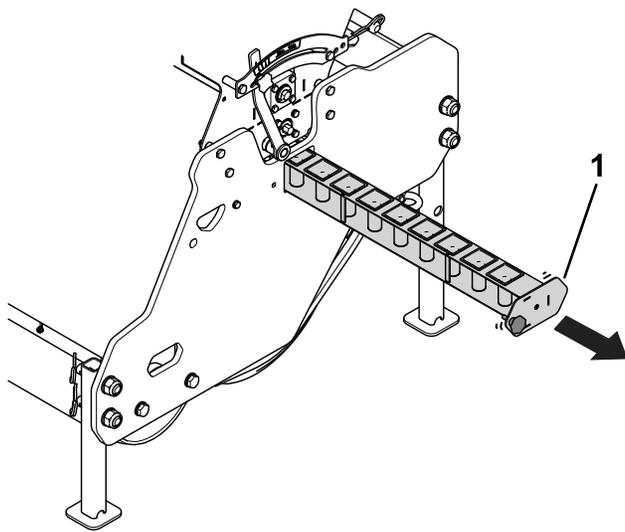

Figure 11
3. Desserrez le bouton du plateau à semences et sortez le plateau de la machine (Figure 11).